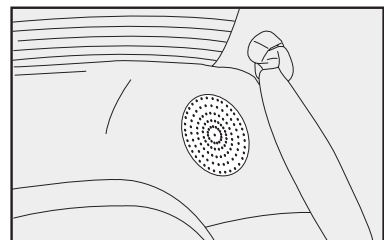
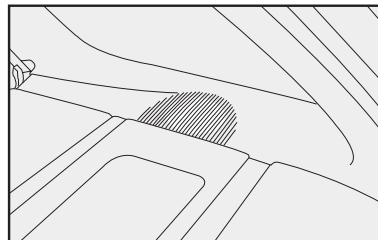

fig. 137
fig. 139
- alto-falantes traseiros coaxiais **fig. 137** (Siena) e **fig. 139** (Palio Weekend).